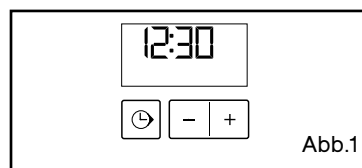

Abb.1
Prüfen, dass der Programmierer die Tageszeit anzeigt und diese nicht blinkt. (Abb. 1).
- b) Die Glasabdeckung entfernen (Abb. 1).